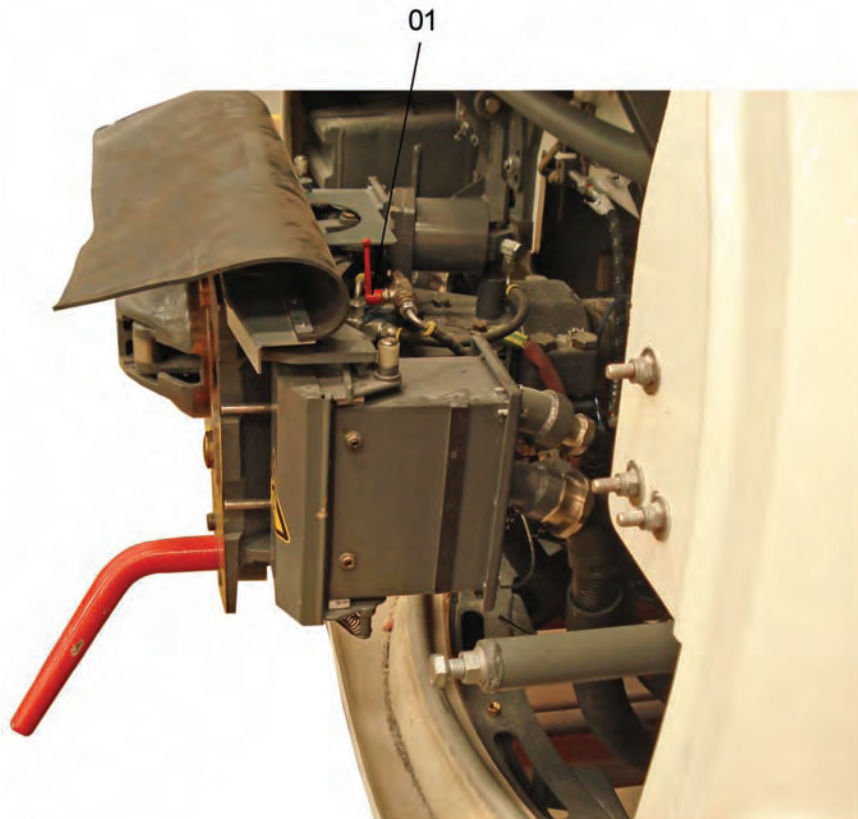

Figura 5-3 Acondicionamiento acoplamiento cables
En caso de que sea necesario realizar sólo el acoplamiento mecánico y neumático entre dos composiciones, se anulará la apertura de las botoneras cerrando la llave (Pos. 01, figura 5-3), situada encima del enganche. Esta llave impide el paso de aire al pistón que realiza el desplazamiento y apertura de las botoneras.
- Las botoneras quedan fuera. Para recogerlas cerrar la llave (Pos. 01, figura 5-3), y si fuera necesario empujar de forma manual las botoneras.